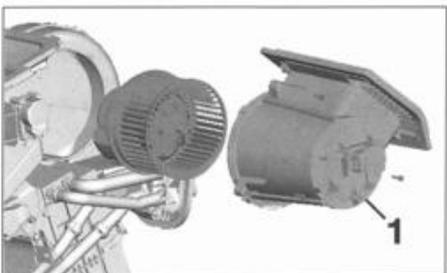

FIG. 8
- Sacar el conector en la caja de reparto de aire (1) (fig. 8).